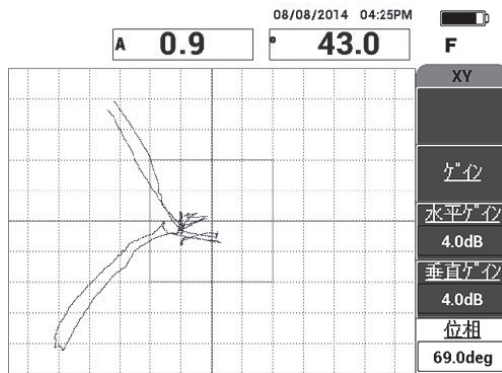

図 6-8 剥離の信号位相の調整
4. 基本メニューで**位相**（E キー）を押して、反対側の剥離が下に、手前側の剥離が上になるように信号位相を調整します（138 ページの図 6-8 参照）。